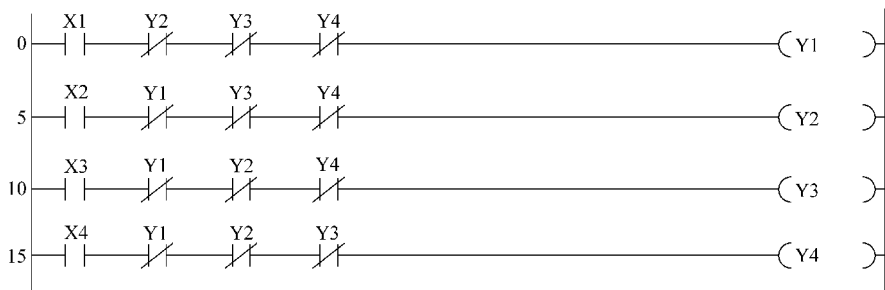

图 3-23 PLC 梯形图 (16)
11. 如图 3-23 所示的 FX2N 系列 PLC 程序可以实现动作位置优先功能。 ()